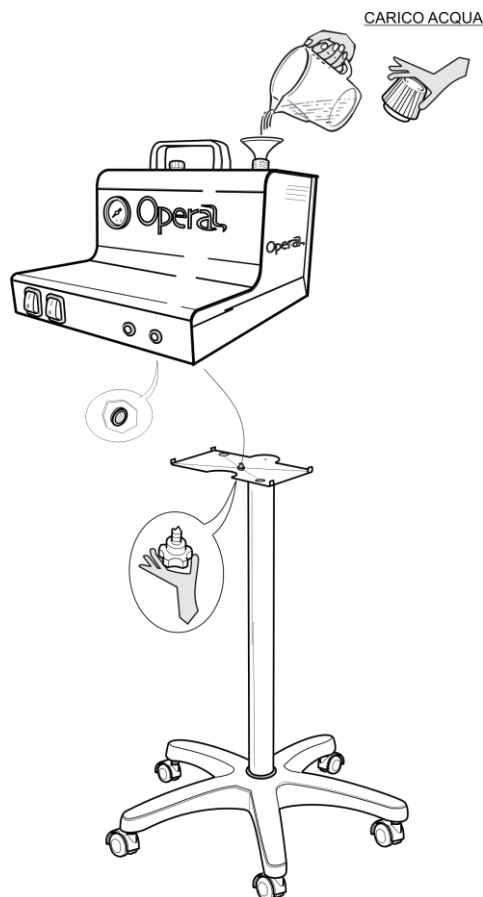

Fig. 2
5. Per l'OPERA dotata di carrello: avvitare il pomello del carrello sull'apposito attacco presente sotto la base dell'OPERA (fig. 2).
1. Svitare il tappo valvola dall'OPERA (fig. 1), riempire con la quantità desiderata d'acqua la caldaia (fig. 2), prestando attenzione che non trabocchi. Si consiglia di riempire la caldaia servendosi di un imbuto. Riavvitare il tappo prendendolo per la parte in plastica con l'avvertenza di non serrarlo troppo altrimenti si rovina la guarnizione (vedi capitolo 7).
Rifornire quindi d'acqua la caldaia (fig. 2) in base alla necessità evitando il trabocco (vedi capitolo 4 punto 1). Riavvitare il tappo valvola, reinserire la spina nella presa di corrente e attendere finché non si spegne la spia caldaia (fig. 1-7). Il ferro è nuovamente pronto per stirare.